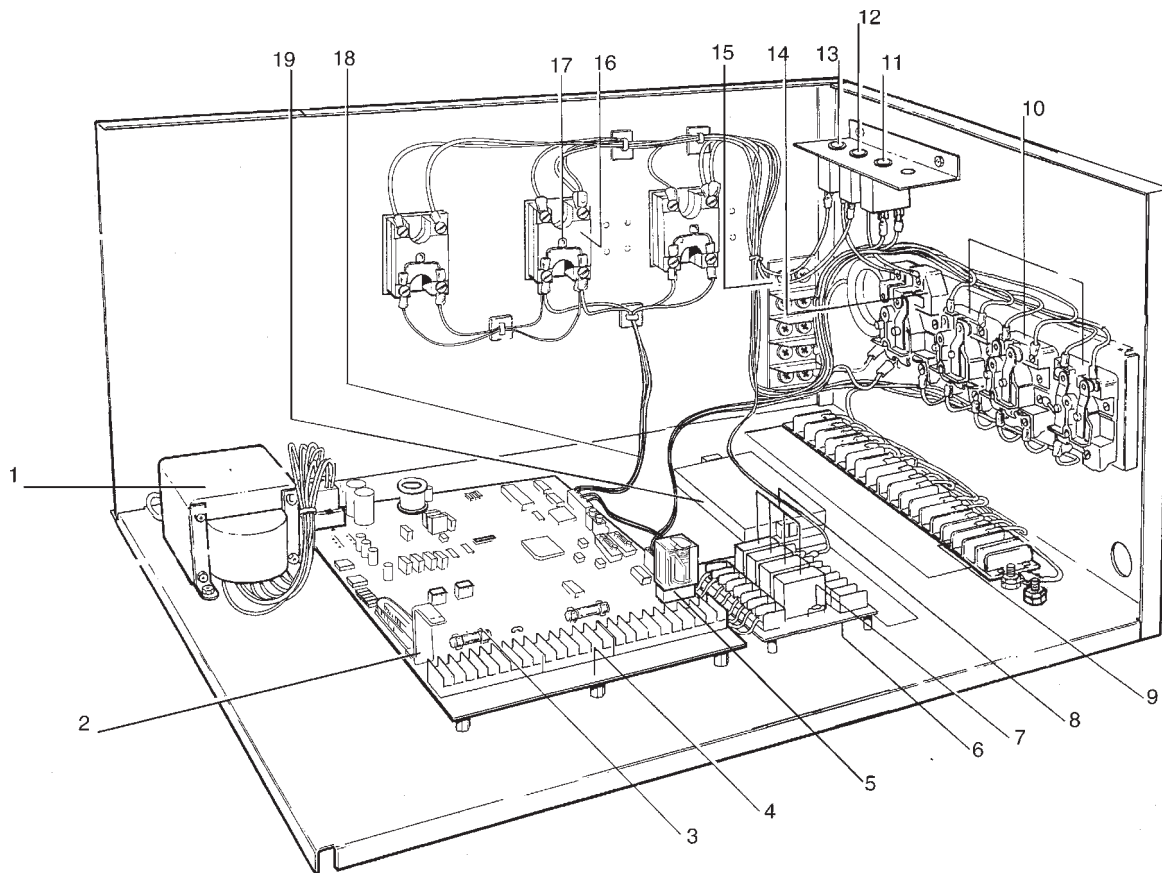

Figura 2.6: Caja de Control PT100SMT - componentes internos, incubadora, 3 calefactores
Paso 8: Conectar los cables que se desprendieron en el Paso 5 a la tira terminal en la tarjeta electrónica del Sistema SMA102. Véase la Figura 2.6 y la Figura 3.3: Tarjeta Electrónica del Sistema SMA102 en la página 37.